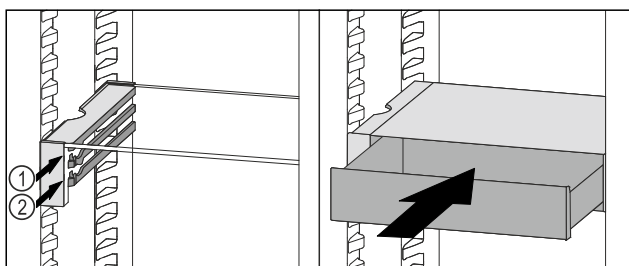

Fig. 90
- ▶ Установите выдвижной ящик VarioSafe за стопоры на требуемый выступ *Fig. 90 (1)* или *Fig. 90 (2)*.